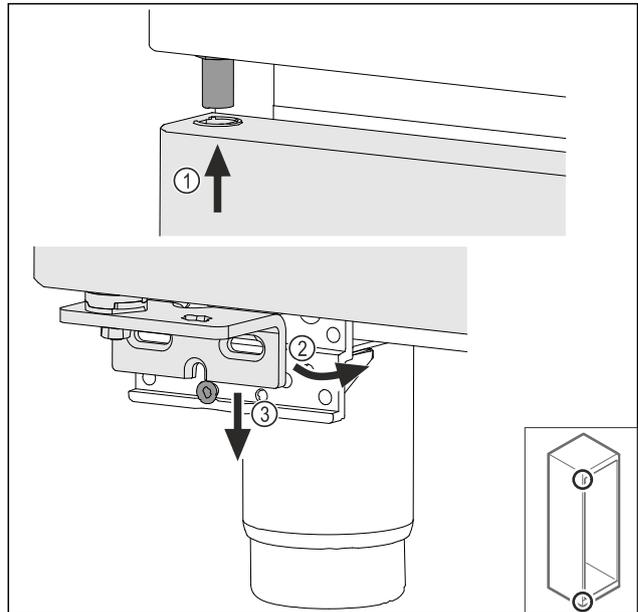

Fig. 74
- ▶ Περάστε επάνω την πόρτα υπό ελαφρά κλίση Fig. 74 (1), ευθυγραμμίστε την πόρτα Fig. 74 (2) και τοποθετήστε την κάτω στη βίδα του στηρίγματος Fig. 74 (3).